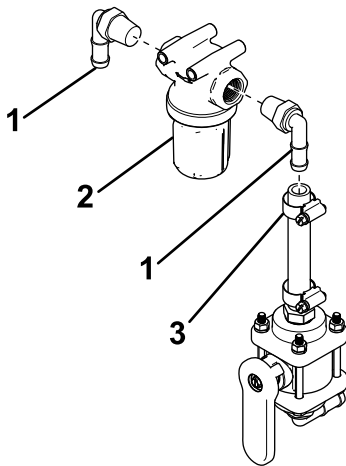

**Bild 31**
3. Bringen Sie ein 90° Schlauch-Anschlussstück an der Unterseite des Kugelventils an (Bild 31).
4. Bringen Sie ein gerades Schlauch-Anschlussstück an der Oberseite des Kugelventils an (Bild 31).
5. Befestigen Sie den 9,5 cm langen Schlauch mit einer Schlauchklemme am geraden Schlauch-Anschlussstück (Bild 31).